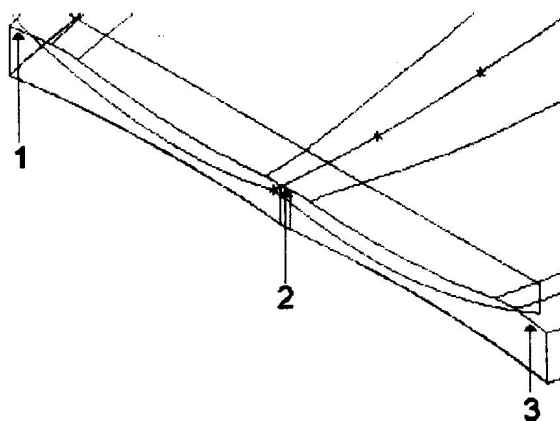

图 2.17 倒前面基本图
(4) 在图 2.17 所示“1”，“2”，“3”的位置选定几何图形。